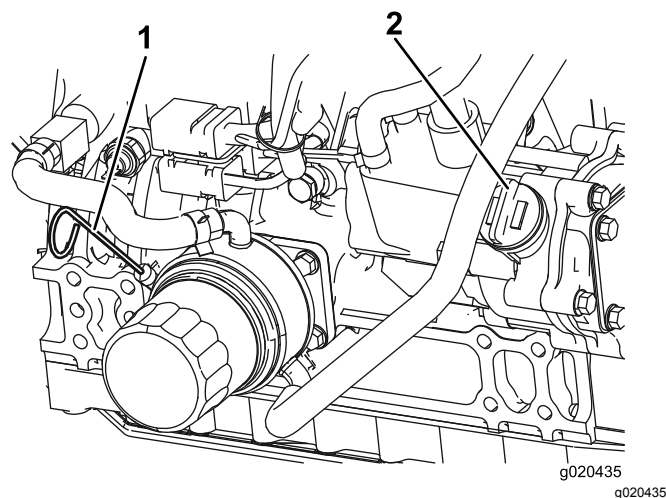

図 53
注 オイル量が安全レンジ内にあればよい 図 53。
4. 不足している場合安全範囲よりも下は、補給管についているキャップ 図 53 を取り、Full 位置までオイルを補給する。入れすぎないこと。